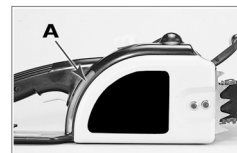

Fig. 8
Ihre Kettensäge ist mit einem automatischen Ölungssystem ausgerüstet. Der Öler liefert automatisch die richtige Menge Öl zu der Führungsschiene und zu der Kette. Es gibt keine Fließeinstellung. Der Öltankpegel kann in dem Prüffenster (A) an der rechten Seite der Säge nachgesehen werden. Der Tank ist voll, wenn oben auf der Rille Öl ist (Abb. 8).